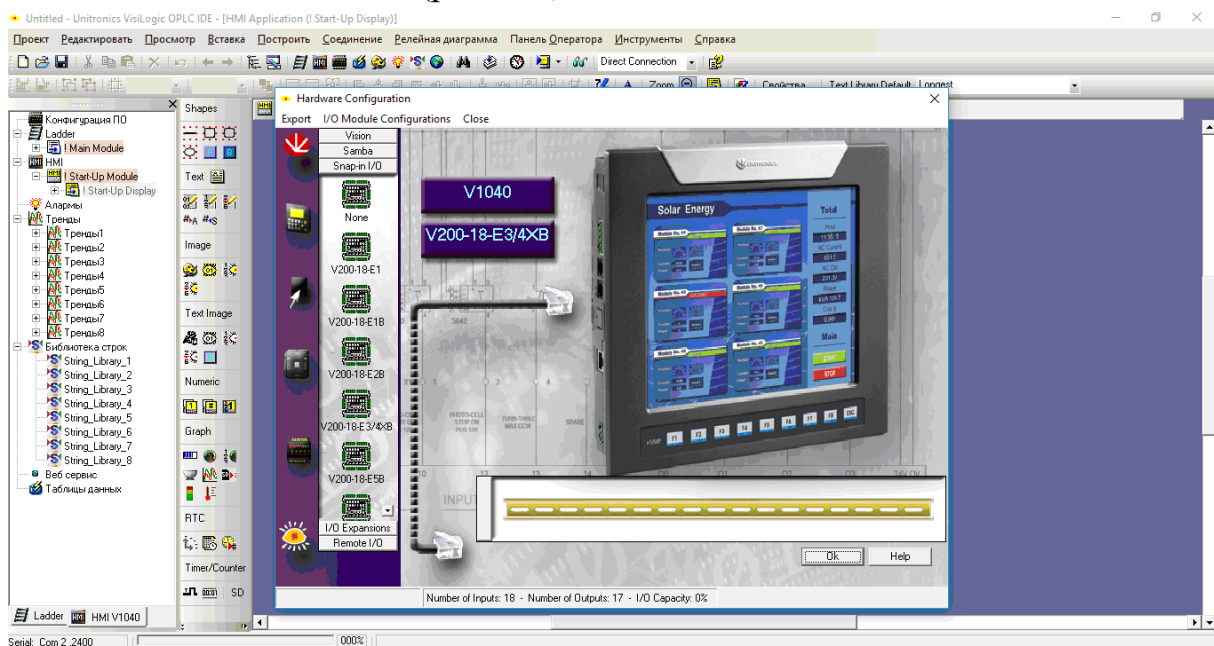

Рис. 1.5. Вибір базового модуля вводу-виводу
4. Після чого в графі **Snap-in I/O** обираємо наш модуль входів-виходів **V200-18-E3/4XB** (рис. 1.5).